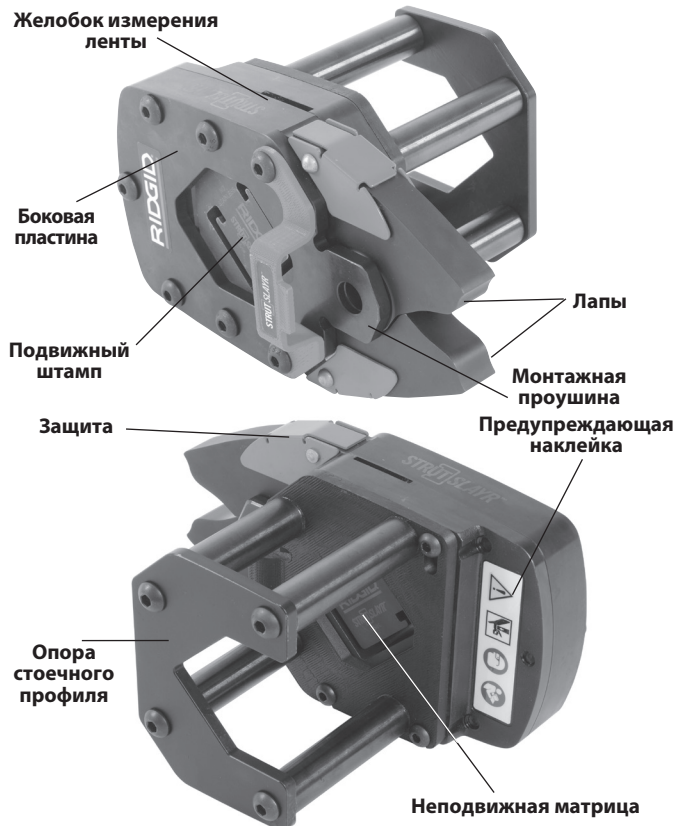

Рис. 1 - Режущая головка для стоечных профилей STRUTSLAYR
- Правильную сборку и комплектность (см. рис. 1).
- Наличие и читаемость предупреждающих наклеек (как показано на рис. 1).